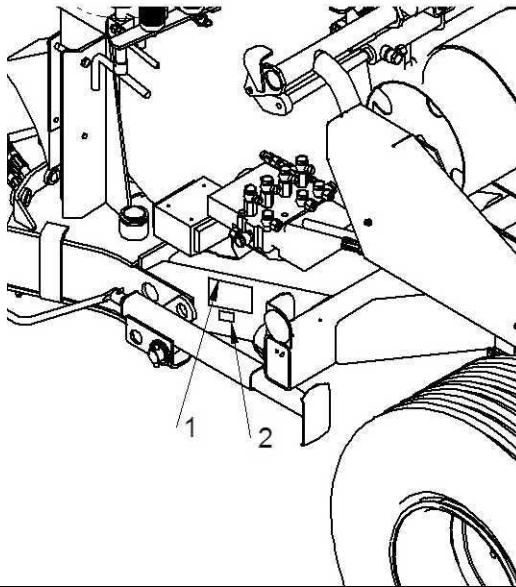
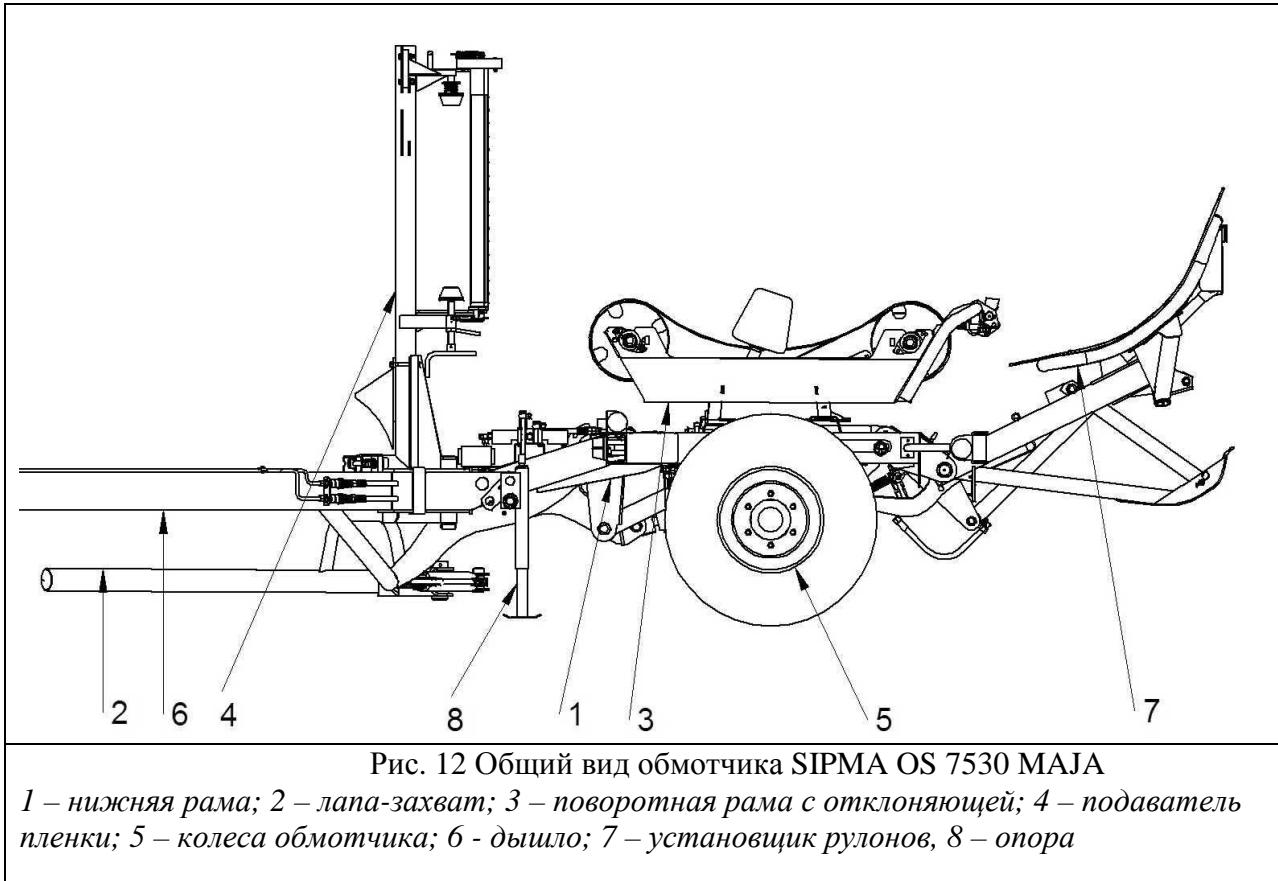

Рис. 11 Вид обозначений:
Рис. 12 Общий вид обмотчика SIPMA OS 7530 MAJA
Заводской щиток находится на головной раме машины с левой стороны машины. Под заводским щитком находится заводской номер обмотчика (см. Рис. 11).
Обмотчик оснащен опорой (8), на которую на опираться обмотчик во время хранения – вертикальное положение (см. Рис. 12) На время работы обмотчиком во время перевозки опору следует повернуть на 90° и предохранить шкворнем в этом положении (Рис. 11), проверить положение с места водителя.